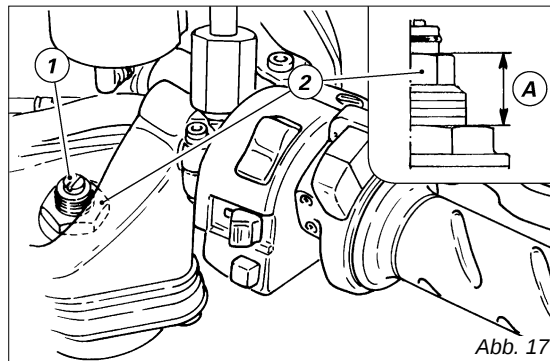

Abb. 17
- 1) (Abb. 17) zur Änderung der hydraulischen Dämpfung in der Zugstufe;
- 2) (Abb. 17) zur Änderung der Vorspannung der innen liegenden Federn;